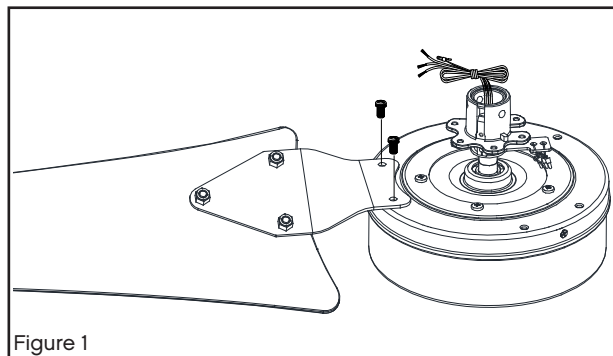

Figure 1
- 3 Retirez l'auvent du support de suspension. Retirez la garniture à verrouillage tournant l'anneau en tournant dans le sens inverse des aiguilles d'une montre. Retirez la vis du pavillon qui n'a pas de fente pour clé dans le pavillon. Desserrez la vis avec la fente pour clé et retirez le capot. (Fig. 1)
- 2 Installez un ensemble de pales sur le boîtier du ventilateur en alignant les deux visser les trous de l'ensemble de pales avec les trous du ventilateur moteur, fixez-le avec les vis fournies. (Fig. 1)
- 1 Retirez la boule de suspension de la tige de suspension en desserrant la vis de réglage sur le côté de la boule de suspension. Faites glisser la boule de suspension vers le bas et retirez la goupille transversale. (Fig. 1)